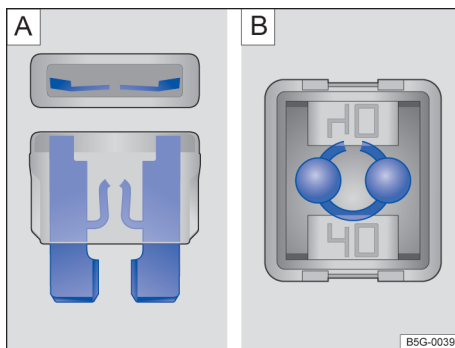

图 118 已熔断的保险丝：A 扁平片式保险丝、B 方块式保险丝
- **扁平片式保险丝 (ATO®, MINI®)** 可通过包裹金属片的透明壳体顶部和侧面观察其内的金属片熔化状态鉴别其是否熔断 → 图 118 A。
- **方块式保险丝 (JCASE®)** 可通过透明壳体顶部观察其是否熔断 → 图 118 B。